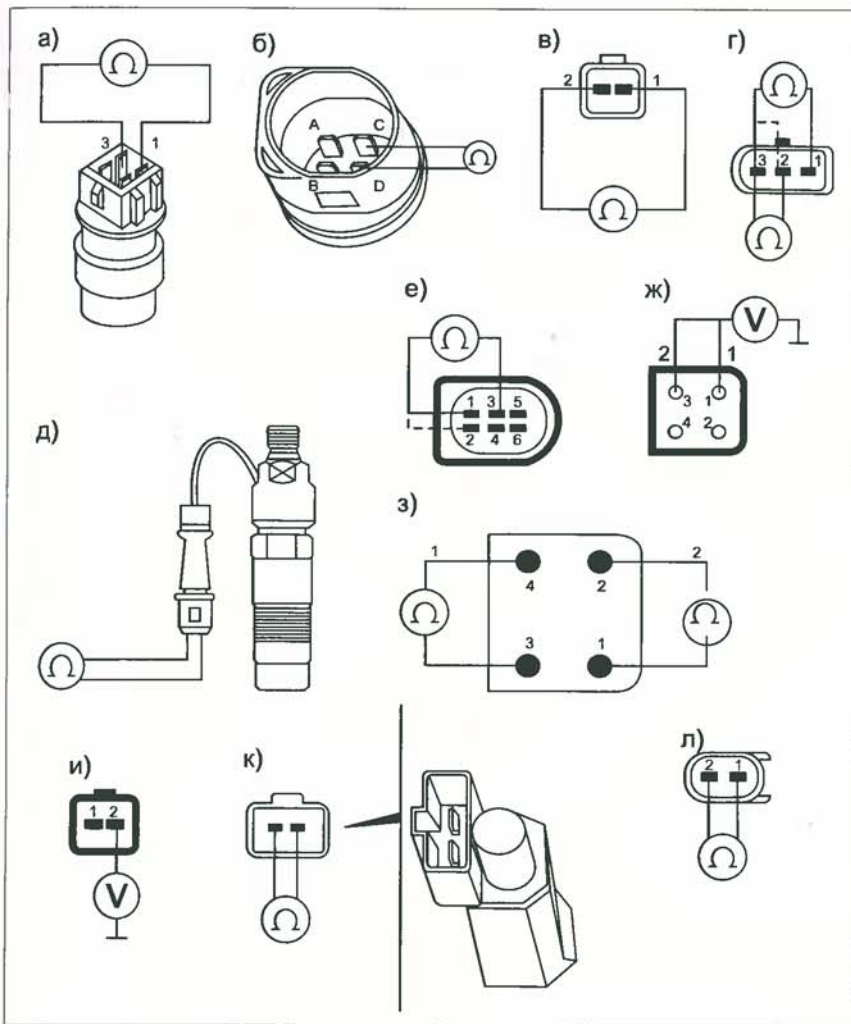

Рис. 11. Проверка датчиков двигателя
Для проверки датчика ECT необходимо извлечь его из системы охлаждения двигателя, смоделировать изменение температуры датчика (например, нагревая его в горячей воде) и проверить изменение сопротивления (см. рис. 11а — для датчика типа 1 и рис. 11б — для датчика типа 2) в соответствии с данными табл. 4.
Для проверки датчика EOT необходимо извлечь его из системы смазки двигателя, смоделировать изменение температуры датчика (например, нагревая его в горячей воде) и проверить изменение его сопротивления (рис. 11в): при 20°C оно должно быть около 2600 Ом, а при 80°C — около 280 Ом.
тельное положение коленвала. Для проверки датчика необходимо: ● отключить разъем датчика СКР и измерить сопротивление обмотки: между контактами 3-2 оно должно быть около 1000 Ом (рис. 11г), а между контактами 1-2 и 1-3 — бесконечно большое;
- отключить разъем датчика INLS и проверить сопротивление обмотки, оно должно быть в пределах 90...120 Ом (рис. 11д), на горячем двигателе сопротивление обмотки может быть выше на 20 Ом);
- измерить сопротивление между контактами 2-3 разъема датчика APP, оно должно быть в пределах 800...1400 Ом (см. рис. 11е);
- нажать педаль акселератора, сопротивление между контактами 4-6 разъема APP датчика должно быть бесконечно большим, а при отпущенной педали — в пределах 600...1400 Ом (см. рис. 11е).
- отсоединить разъем датчика ВРР и проверить наличие напряжения +12 В на контакте 1 разъема жгута (см. рис. 11ж), если +12 В нет, проверить предохранитель F13, замок зажигания и соответствующие соединения;
- при включенном зажигании проверить наличие напряжения +12 В на контакте 3 разъема жгута (см. рис. 11ж), если +12 В нет, проверить предохранитель F2, реле К46, замок зажигания и соответствующие соединения;
- нажать педаль тормоза, сопротивление между контактами 1-2 разъема датчика ВРР должно быть равно нулю, а при отпущенной педали — бесконечно большим (см. рис. 11з);
- нажать педаль тормоза, сопротивление между контактами 3-4 разъема датчика ВРР должно быть бесконечно большим, а при отпущенной педали — равно нулю (см. рис. 11з).
и при включенном зажигании проверить наличие напряжения +12 В на контакте 2 разъема жгута (см. рис. 11и), если +12 В нет, проверить предохранитель F2, реле К46, замок зажигания и соответствующие соединения;
- нажать педаль тормоза, сопротивление между контактами 1-2 разъема СРР-датчика должно быть бесконечно большим, а при отпущенной педали — около 0,3 Ом (см. рис. 11к).
Датчик FLLS находится в топливном баке. Для проверки его необходимо отсоединить от разъема и измерить сопротивление (см. рис. 11л): при нормальном уровне топлива (более 2/3 бака для кузова А4 и более 1/3 бака для А6) его величина должна быть около 430 Ом, а при низком уровне топлива в баке — около 100 Ом.